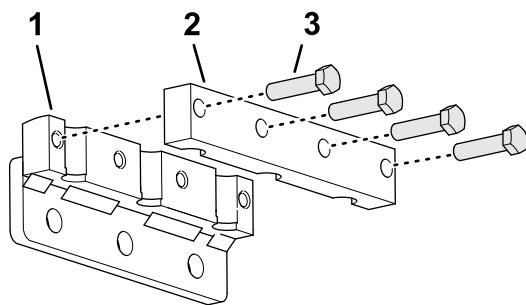

Рисунок 40
- С помощью 4 болтов ($\frac{3}{8} \times 1\frac{1}{2}$ дюйма) прикрепите, не затягивая, зажим зубьев к держателю зубьев (Рисунок 40). Не затягивайте болты.